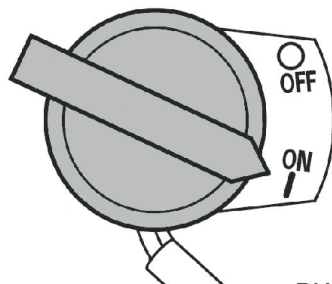

РИС. 13
6. Зажигание. Переведите выключатель зажигания в положение «ON» (I) (Рис. 13).